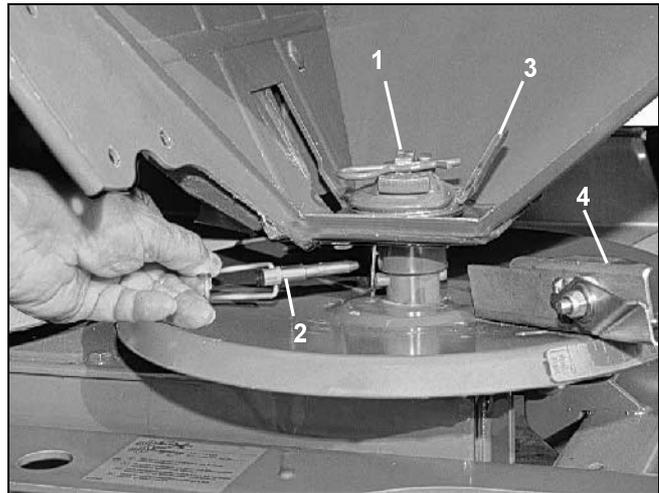

Fig. 39
- Para desconectar el agitador (Fig. 39/1) extraer el pasador de conexión (Fig. 39/2) situado por debajo del cono inferior de la tolva correspondiente.
**Al conectar de nuevo el agitador, es imprescindible comprobar que el dedo (Fig. 39/3) del agitador quede situado encima de la paleta corta (Fig. 39/4).**